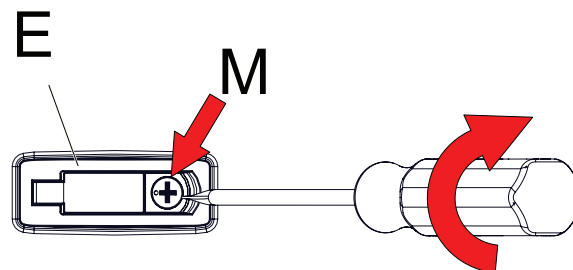

Figura 8-3 - Pulsante di apertura
1.- andare sul pulsante di apertura "E" e con un cacciavite girare di 1/4 di giro in senso orario il punto "M" (Figura 8-3);
2.- premere sul punto "M" dei due pulsanti di apertura "E" (Figura 8-3);
- 2.-andare sul pulsante di apertura "E" e con un cacciavite girare di 1/4 di giro in senso orario il punto "M" (Figura 8-3);
- Premere sul punto "M" dei due pulsanti di apertura "E" (Figura 8-3);